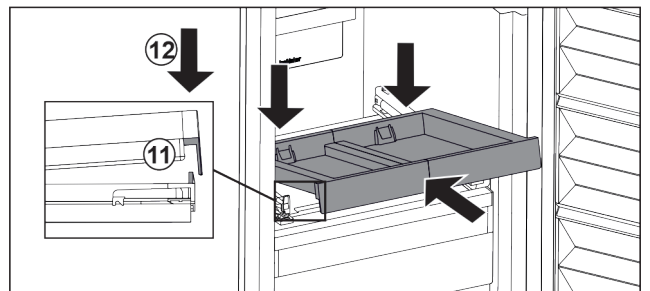

Fig. 98
- ▶ Introducir en posición inclinada. Asegurarse de que a ambos lados, el tope quede detrás de la lengüeta. *Fig. 98 (11)*
- ▶ Depositar el estante extraíble por delante. *Fig. 98 (12)*